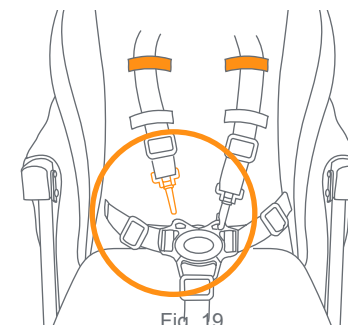

Fig. 19
- 19)** • Unhook the shoulder straps only if adjusting the harness positions (Fig. 19).
- Desenganchar las correas de los hombros solo si ajusta las posiciones del arnés (Fig. 19).